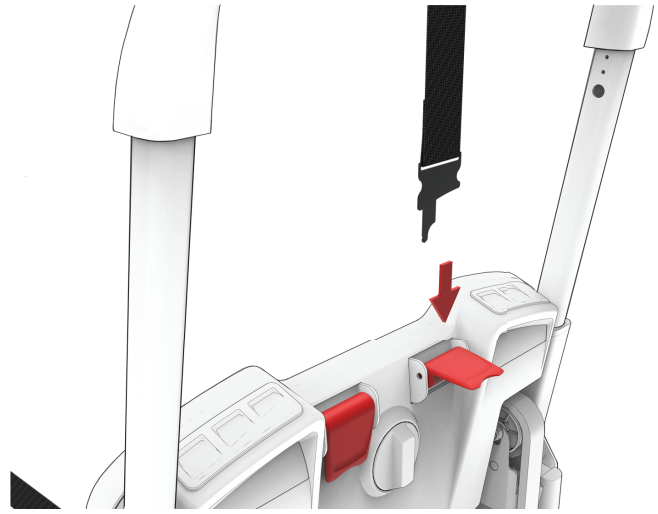

**Figura 22 – Clip dello schienale sulla posizione del perno**
4. Fissare la clip dello schienale sul lato destro del paziente al supporto dello schienale sul lato destro del paziente (Figura 22). Tirare la clip dello schienale verso l'alto fino a quando il foro più piccolo si blocca in posizione.